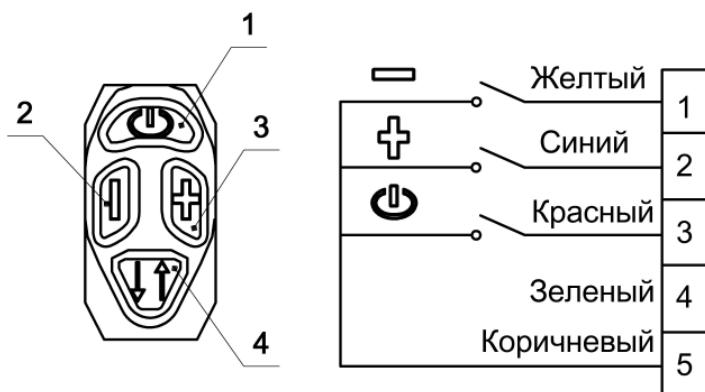

Рис. 8.2.1. Кнопки управления на сварочной горелке:
9. Микровыключатели (см. рис. 8.2.1)